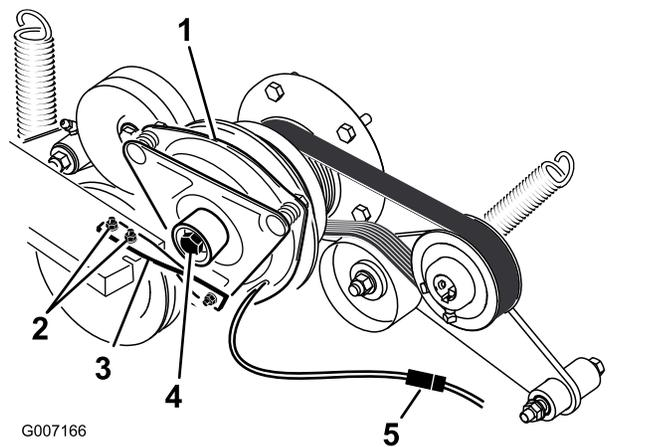

Рисунок 77
6. Отсоедините электрический разъем от муфты (Рисунок 77).
7. Отверните два болта, которые крепят резиновую ленту муфты к раме газонокосилки (Рисунок 77).
8. Отверните средний болт, который крепит муфту к валу двигателя, и снимите муфту и шпонку (Рисунок 77).
15. Удерживая коленчатый вал в задней части машины, установите средний болт и затяните его с моментом 68 Н·м (Рисунок 77).
16. Установите резиновую ленту муфты на раму газонокосилки при помощи двух ранее снятых болтов с гайками (Рисунок 77).
18. Вставьте электрический разъем в муфту (Рисунок 77).